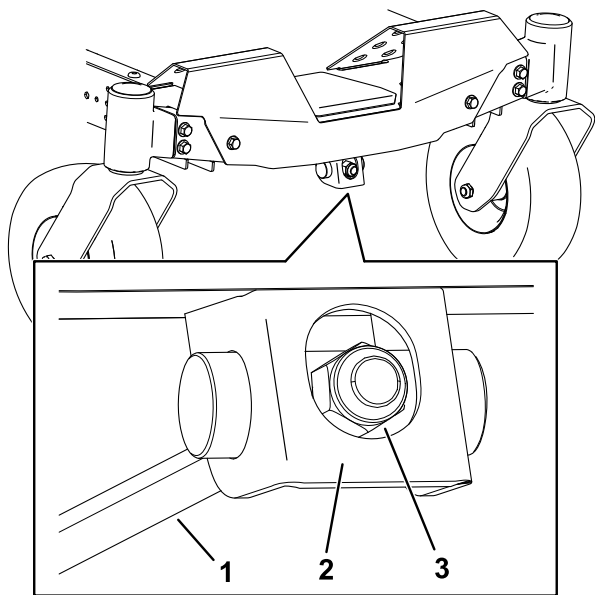

Figura 70
1. Gire la tuerca de ajuste en la parte delantera del cortacésped (Figura 70).